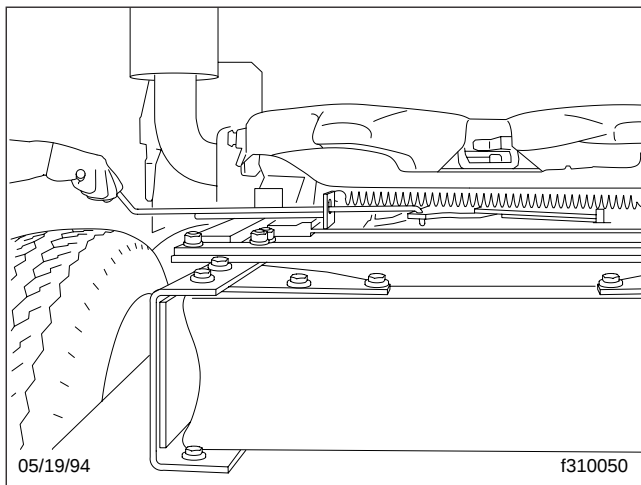

Figura 10.17, Liberación manual de la quinta rueda deslizante Fontaine
- 2.2 Para los modelos de liberación manual, levante la palanca de jalón de liberación de la placa deslizable para desengancharla de la placa de guía. Después, tire de la manija hacia afuera (Figura 10.17) hasta ponerla en la posición de desbloqueo donde se puede colocar contra la placa de guía para mantenerla hacia afuera. La manija de jalón de desbloqueo de la placa deslizable permanecerá en la posición de desbloqueo hasta que se desenganche manualmente de la placa de guía.